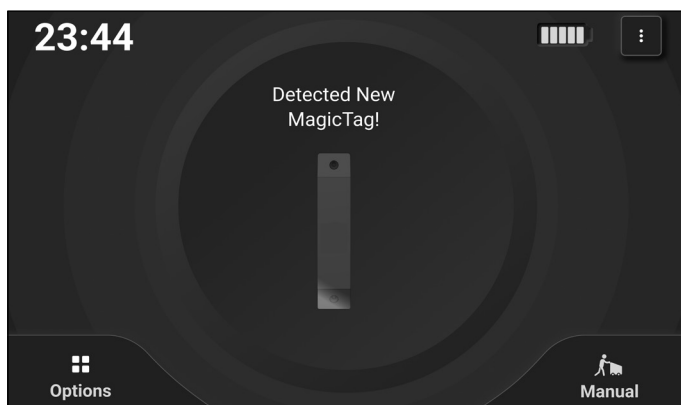
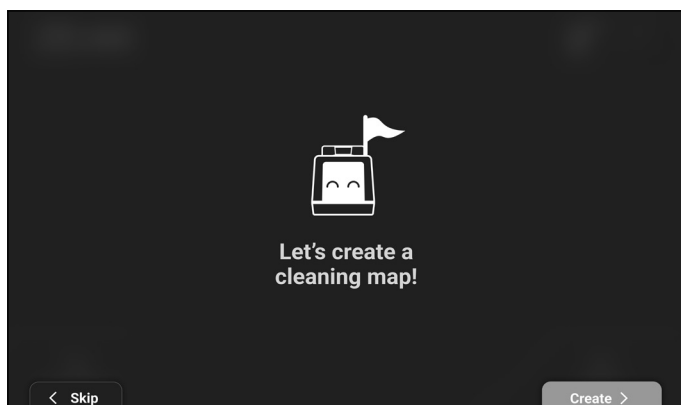

Abbildung 23
Abbildung 24
wird es automatisch erkannt (**Abb. 23**). Der Touchscreen fordert Sie auf, eine neue Karte zu erstellen, falls diese noch nicht eingerichtet wurde (**Abb. 24**).
1. Drücken Sie auf „Erstellen“ (**Abb. 24**), oder auf „Überspringen“, wenn Sie sie später einrichten möchten.